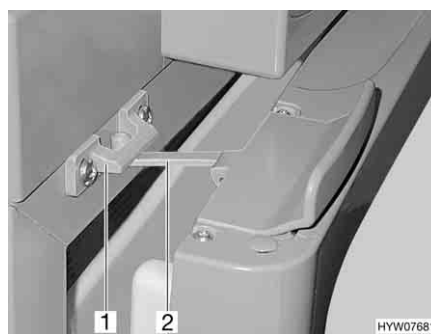

Fig. 57 Porta del frigorifero in posizione di ricircolo d'aria (Thetford)
■ Aprire il bloccaggio (Fig. 57,2) e innestarlo nella sede di bloccaggio (Fig. 57,1). In questo modo la porta del frigorifero rimane ferma in posizione socchiusa.